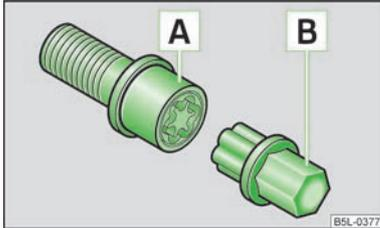

Abb. 133
- Den Adapter **B** » **Abb. 133** mit seiner verzahnten Seite bis zum Anschlag so in die innere Verzahnung der Anti-Diebstahl-Radschraube **A** stecken, dass nur noch der äußere Sechskant herausragt.